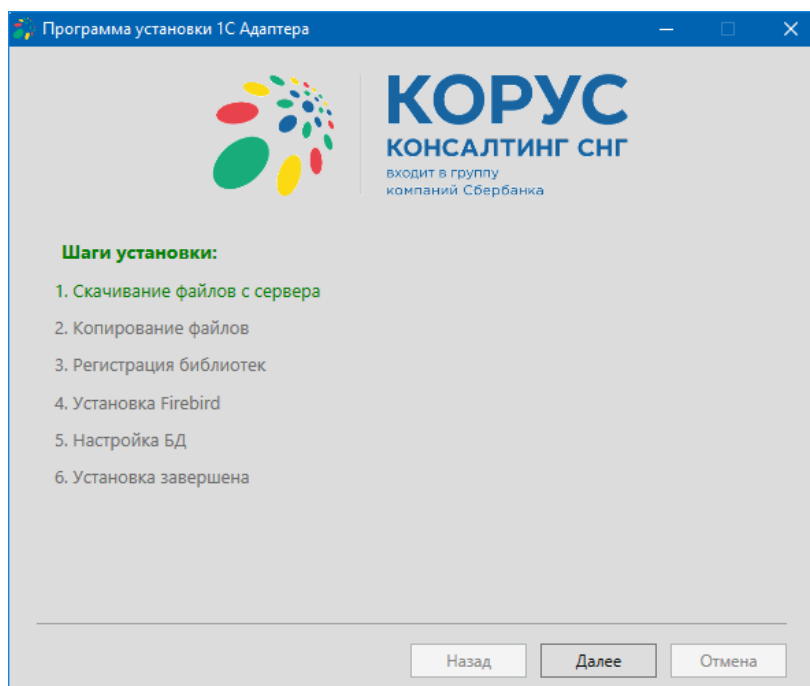

Рисунок 10 – Установка адаптера
- будут скачаны файлы с сервера (рис. 10);